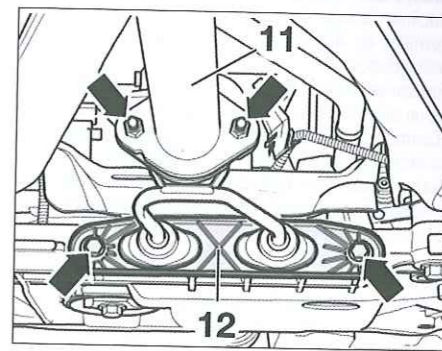

Fig. 5
- Desmontar el tubo anterior de escape (11) del tubo intermedio y el soporte de escape (12) de la cuna (Fig.5).